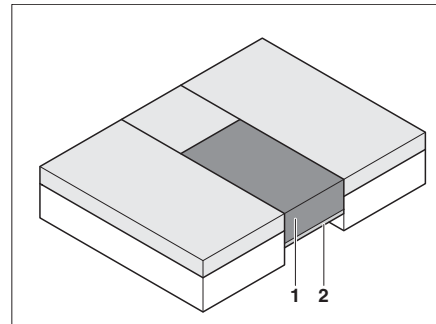

Fig. 79 Dopo la trasformazione
- Collocare il cuscino aggiuntivo (Fig. 79,1) sul telaio portamaterasso (Fig. 79,2) estratto.